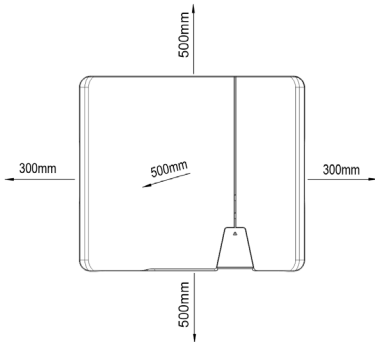

Fig. 3.1: Enhet vid installation utomhus
**ANVISNING: Minimiiavstånden mellan två enheter eller mellan enheten och taket/marken anges i ritningen fig. 3.1.**